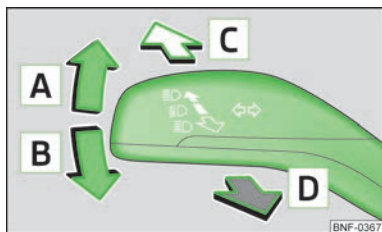

Fig. 25
- Presionar la palanca de la luz de carretera hacia adelante para conectar la luz de carretera » fig. 25 de la página 32.
- Presionar la palanca » fig. 25 hacia arriba **A** o hacia abajo **B**.
- Empujar la palanca » fig. 25 delante en la dirección de la flecha **C**.
- Tirar de la palanca hacia el volante (posición de suspensión elástica) en la dirección de la flecha **D** » fig. 25 - se encienden la luz de carretera y el testigo de control  en el cuadro de instrumentos.